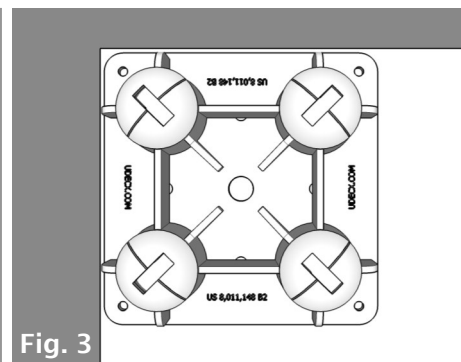

Fig. 3
- 2.** Coloque el primer Pier (A) en una de las 4 esquinas del terreno que mide 10' X 10' (Fig. 3)